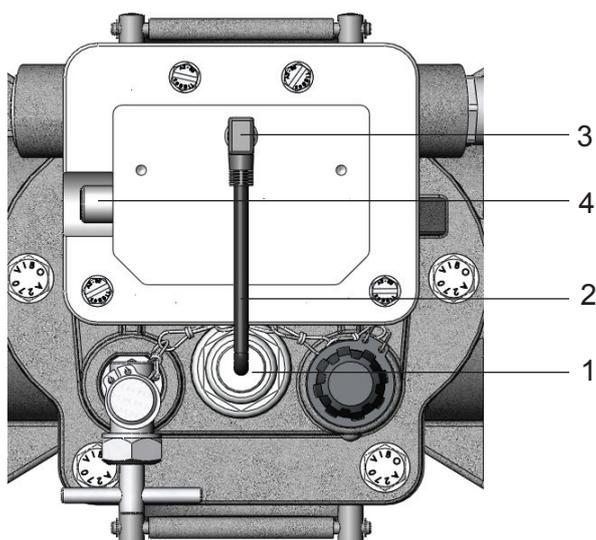

Рис. 7 - Колпак коробки вводов
Зонд (рис. 7/1) установлен в крышке реле. В колпак коробки вводов интегрирован электронный усилительно-анализирующий блок измерительного устройства. Оба устройства при отпуске соединены друг с другом кабелем (рис. 7/2) и штекером LS (рис. 7/3). Снабжение рабочим напряжением 24 В DC, а также передача сигналов выполняется через выход усилителя (рис. 7/4).
- В штекер M12 выхода усилителя (рис. 7/4) вставить трёхжильный кабель с приваренной угловой втулкой M12. (Рекомендуем использовать входящий в объём поставки трёхжильный кабель с приваренной угловой втулкой M12 со степенью защиты IP 67!)